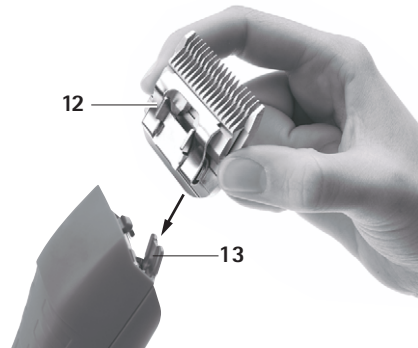

図 2
- カッターヘッド 12 を開いた刃のヒンジ 13 に差し込みます、を参照してください図 2。
- カッターヘッド **12** をヘアカッター FAV5 CL/FORTIS の方へ軽く押します、を参照してください図 2。